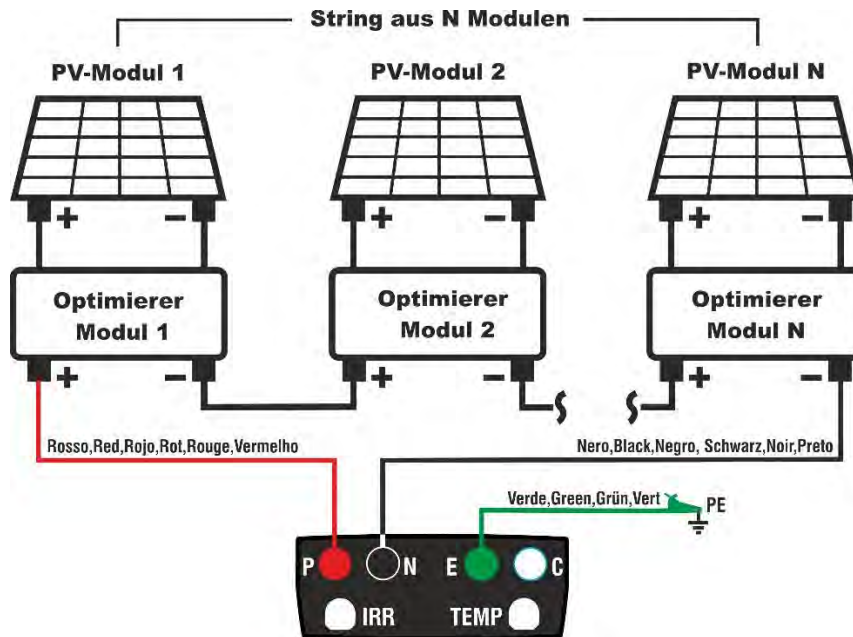

Abb. 10: Anschluss für Isolationsmessung mit Optimierern
5. Verbinden Sie das Instrument mit dem Ausgang der Reihe von Optimierern, die mit dem zu testenden String verbunden sind, wie in Abb. 10. Genauer gesagt, verbinden Sie den positiven Polausgang von dem **ersten Optimierer** mit dem Anschluss P sowie den negativen Pol vom letzten **Optimizer** den Anschluss N und Anschluss E an die Haupt-Massereferenz des Systems
4. Verbinden Sie das Instrument mit dem Ausgang der Reihe von Optimierern, die mit dem zu testenden String verbunden sind, wie in Abb. 10. Genauer gesagt, verbinden Sie den positiven Polausgang von dem **Erster Optimierer** mit den Eingang P, den negativen Pol vom **letzten Optimierer mit dem Eingang N** und Eingang E an die Haupt-Massereferenz des Systems